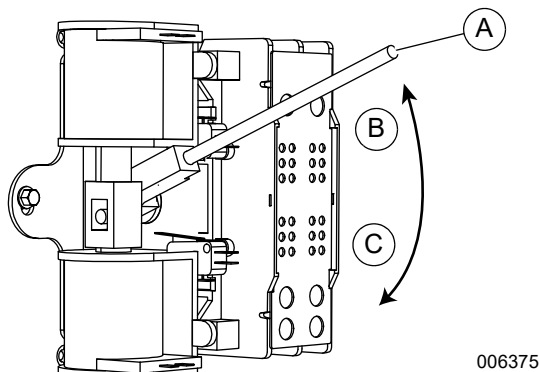

Figura 4-3. Operación del interruptor de transferencia manual (típico)
4. Consulte la **Figura 4-3**. Use la manilla de transferencia manual (A) dentro del interruptor de transferencia para poner los contactos principales en STANDBY (RESERVA) (cargas conectadas a la fuente de alimentación de reserva) (C).
5. Consulte la **Figura 4-3**. Use la manilla de transferencia manual dentro del interruptor de transferencia para cambiar los contactos principales a UTILITY (ENERGÍA ELÉCTRICA) (cargas conectadas a la fuente de alimentación de energía eléctrica) (B).